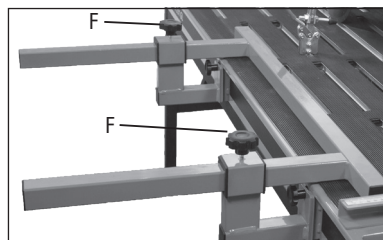

Fig. 9 – Guia corte reto
3. Encaixe o guia nas bases, ajuste conforme necessário e aperte as manoplas (F) para fixar o guia (Fig. 9);